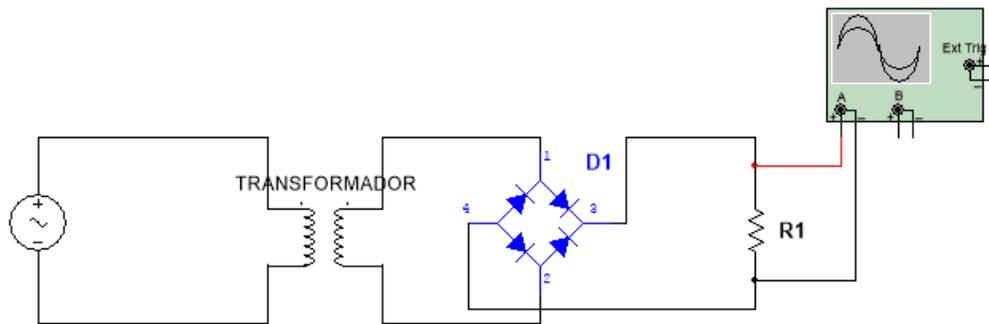
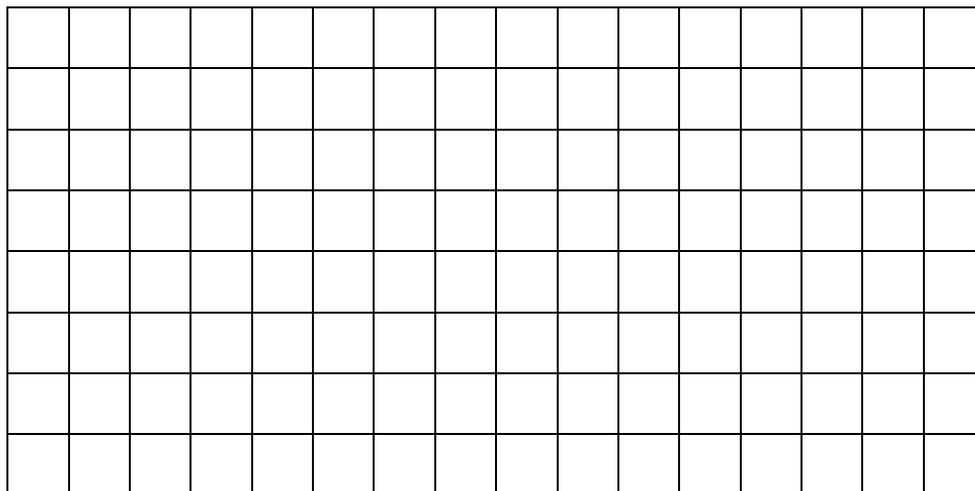

Figura 3.13. Rectificador de onda completa.
Figura 3.14. Oscilograma de la figura 3.13
- Alambre el circuito rectificador de onda completa (Figura 3.13). Con una resistencia de 3.3k Ω y 4 diodos 1N4007. Con el osciloscopio observe la forma de onda del voltaje en el resistor y dibuje el oscilograma, acotando los parámetros de amplitud (valores en el eje vertical) y tiempo (valores en el eje horizontal) de la señal (figura 3.14).